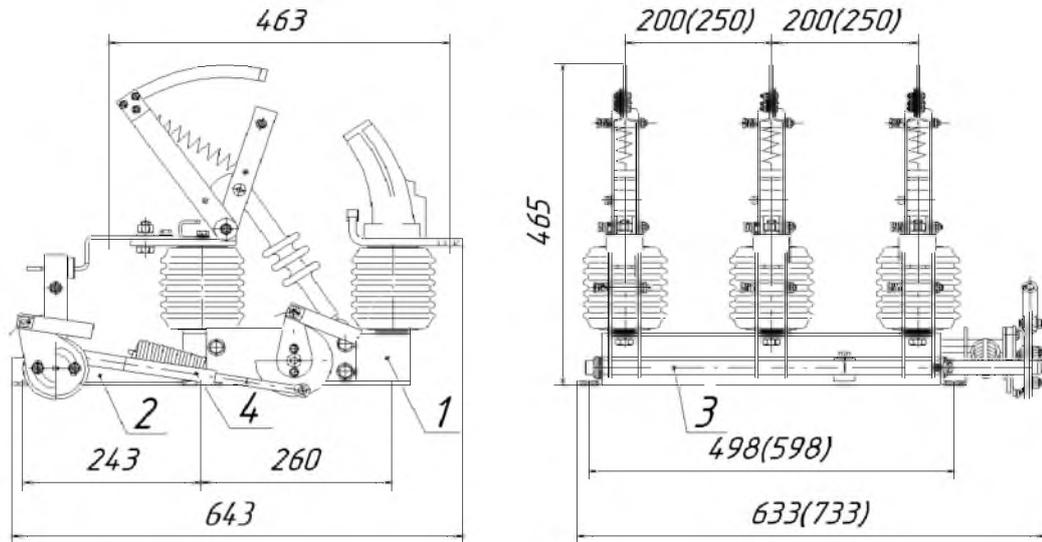
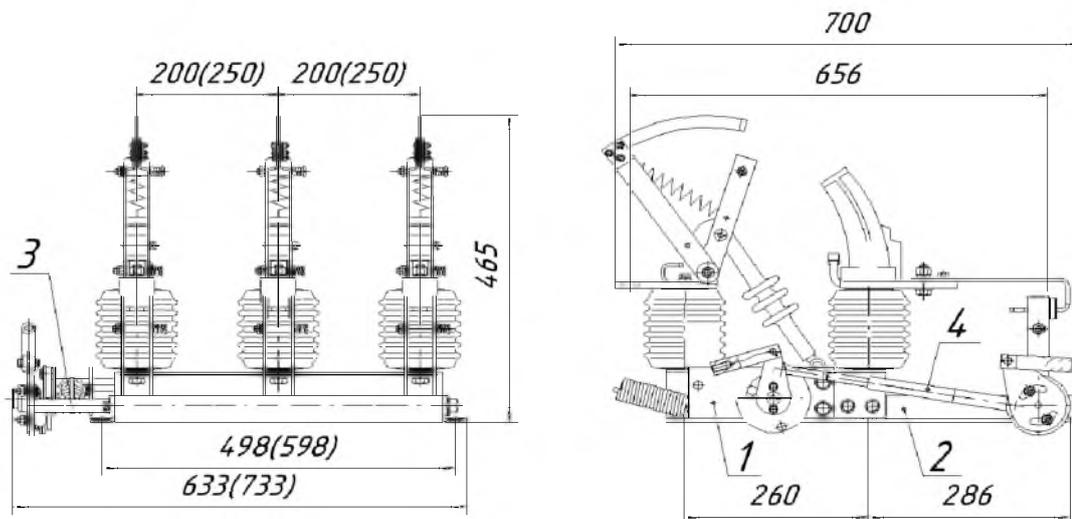
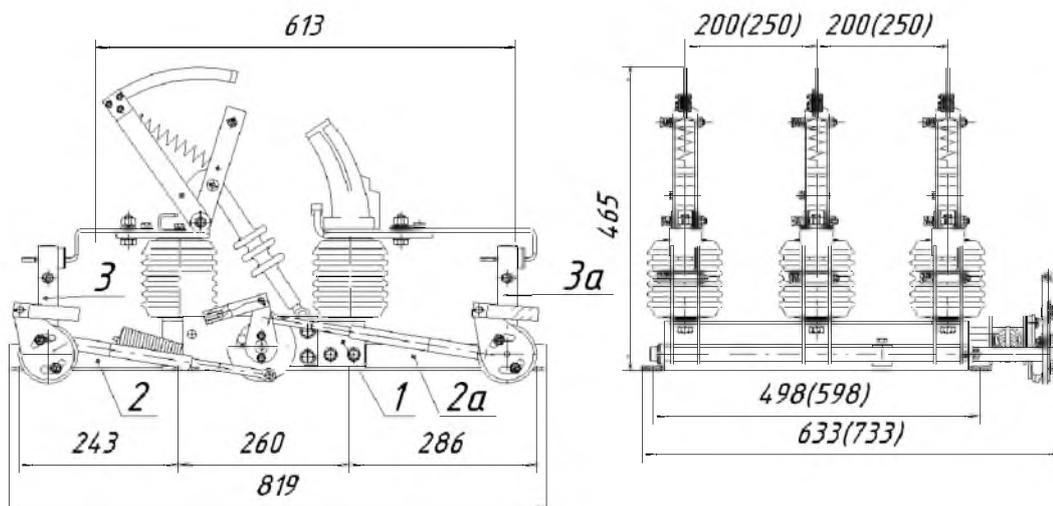

Рисунок 7 - ВНАП-10/630-20зУ2.
Рисунок 8 - ВНАП-10/630-20-з(св)У2.
Рисунок 9 - ВНАП-10/630-20-2зУ2.
3.10 В выключателях типов ВНАП-10/630-20зУ2 (рисунок 7) и ВНАП-10/630-20-з(св)У2 (рисунок 8), ВНАП-10/630-20-2зУ2 (рисунок 9), ВНАП(п)-10/630-20зУ2, ВНАЛ(п)-10/630-20зУ2 (рисунок 5) и ВНАП-10/630-20зЗУ2, ВНАЛ-10/630-20зЗУ2, дополнительно присоединяются заземляющие ножи, которые представляют собой узел 3 (3а), состоящий из вала и подпружиненных пластин с приваренными медными контактами.
3.13 Выключатели типов ВНАП-10/630-20-2зУ2 (рисунок 9) и ВНАП-10/630-20з-3пУ2 (рисунок 6) имеют заземляющие ножи с двух сторон.